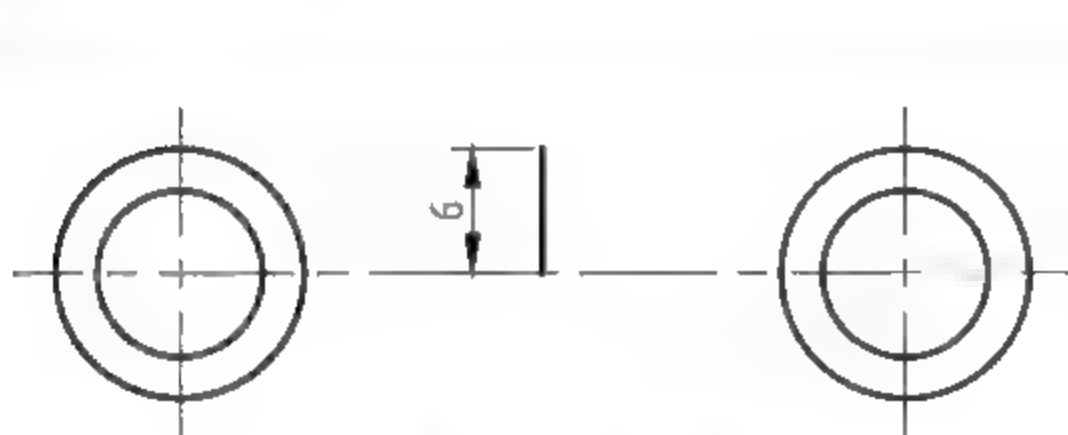

图3-85 绘制直线
**03** 单击【绘图】面板中的【直线】按钮 $\text{---}$ ,以水平中心线的中点为起点,向上绘制长度为6的线段,如图3-85所示。命令行操作如下。